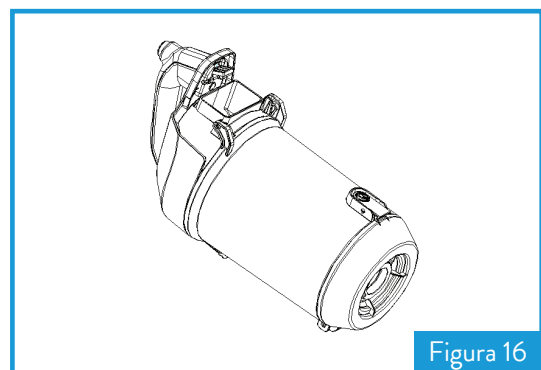

Figura 16
5. Como muestra la figura 16, gire la tapa del filtro de alto rendimiento para separarla de la tapa del recipiente para la basura.